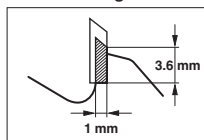

Abbildung 1 Minimale Zahnhöhe von hartmetallbestückten Kreissägeblättern.
3. Hartmetallbestückte Kreissägeblätter, deren Zahnspitzen auf 1 mm abgenutzt sind, müssen ausrangiert werden. Siehe Abbildung 1.